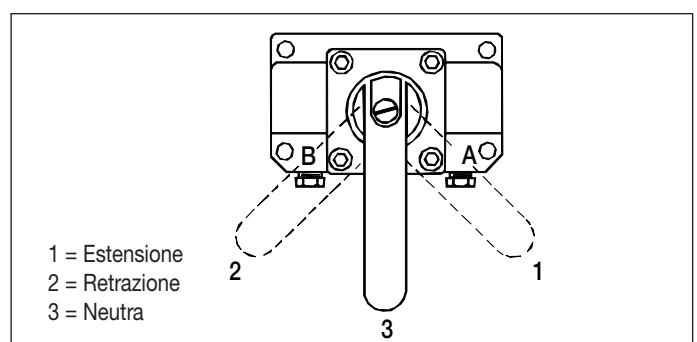

Figura 26: Posizioni della maniglia della valvola
4. Portare la maniglia della valvola di controllo nella posizione neutra ("3"). Vedere la Figura 26 per le posizioni delle valvole VM33 e VM43.